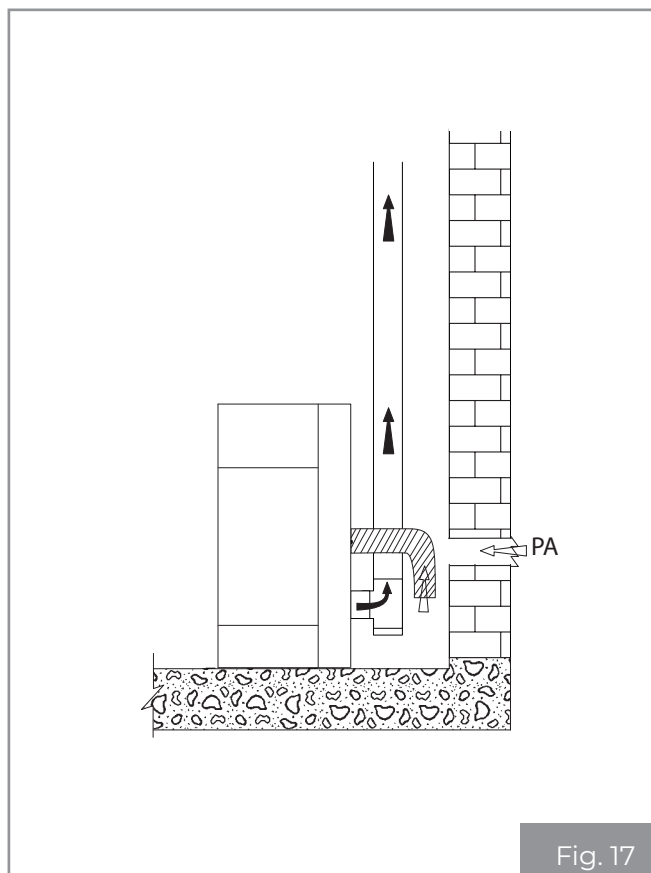

Fig. 17
- il peut provenir du lieu d'installation ou de pièces voisines (**Fig. 17**).